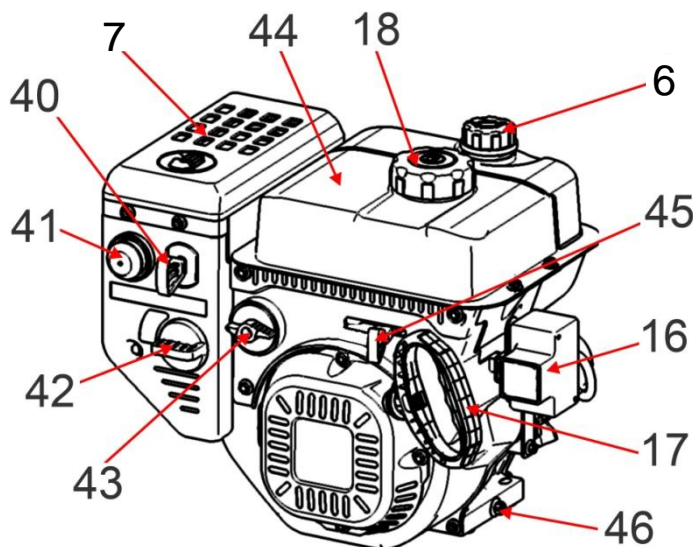

Рис. 11
- Открутите крышку (6). Крышка имеет встроенный щуп уровня масла.
- Снова выньте щуп – и на нем останется метка уровня масла. Если уровень масла меньше нижней линии (L) на щупе, долейте масло до отметки МАКСИМУМ (символ «Н») на щупе.
- Для слива отработанного масла, очистите поверхность около сливной пробки (46)(См. Рис.11).
Органы управления двигателя (См. Рис.11)
- Установите рычаг крана подачи топлива (43)(См. Рис.11) в положение «Открыто» (ON).
- Поставьте рычаг привода воздушной заслонки (42)(См. Рис. 11) в следующее положение:
- Для электрического запуска «с ключа», вставьте ключ в замок электростартера (16)(См. Рис.11; 12).
- 5.3.1. Откройте топливный кран (43)(См. Рис.11).
- 5.3.2. Закройте воздушную заслонку карбюратора (42)(См. Рис.11).
- 5.3.4. Возьмите крепко в руки пусковую рукоятку (17)(См. Рис.11). Крепко удерживая ее в руках, плавно потяните шнур стартера, пока барабан стартера не войдет в зацепление с собачками храпового механизма.
- После запуска двигателя полностью откройте воздушную заслонку карбюратора (42)(См. Рис.11).
- Установите рычаг управления оборотами двигателя (дроссельной заслонки) (45)(См. Рис.11) в положение «Черепаша» (вправо).
- Установите кран подачи топлива (43)(См. Рис.11) в положение «ВЫКЛ» (OFF).